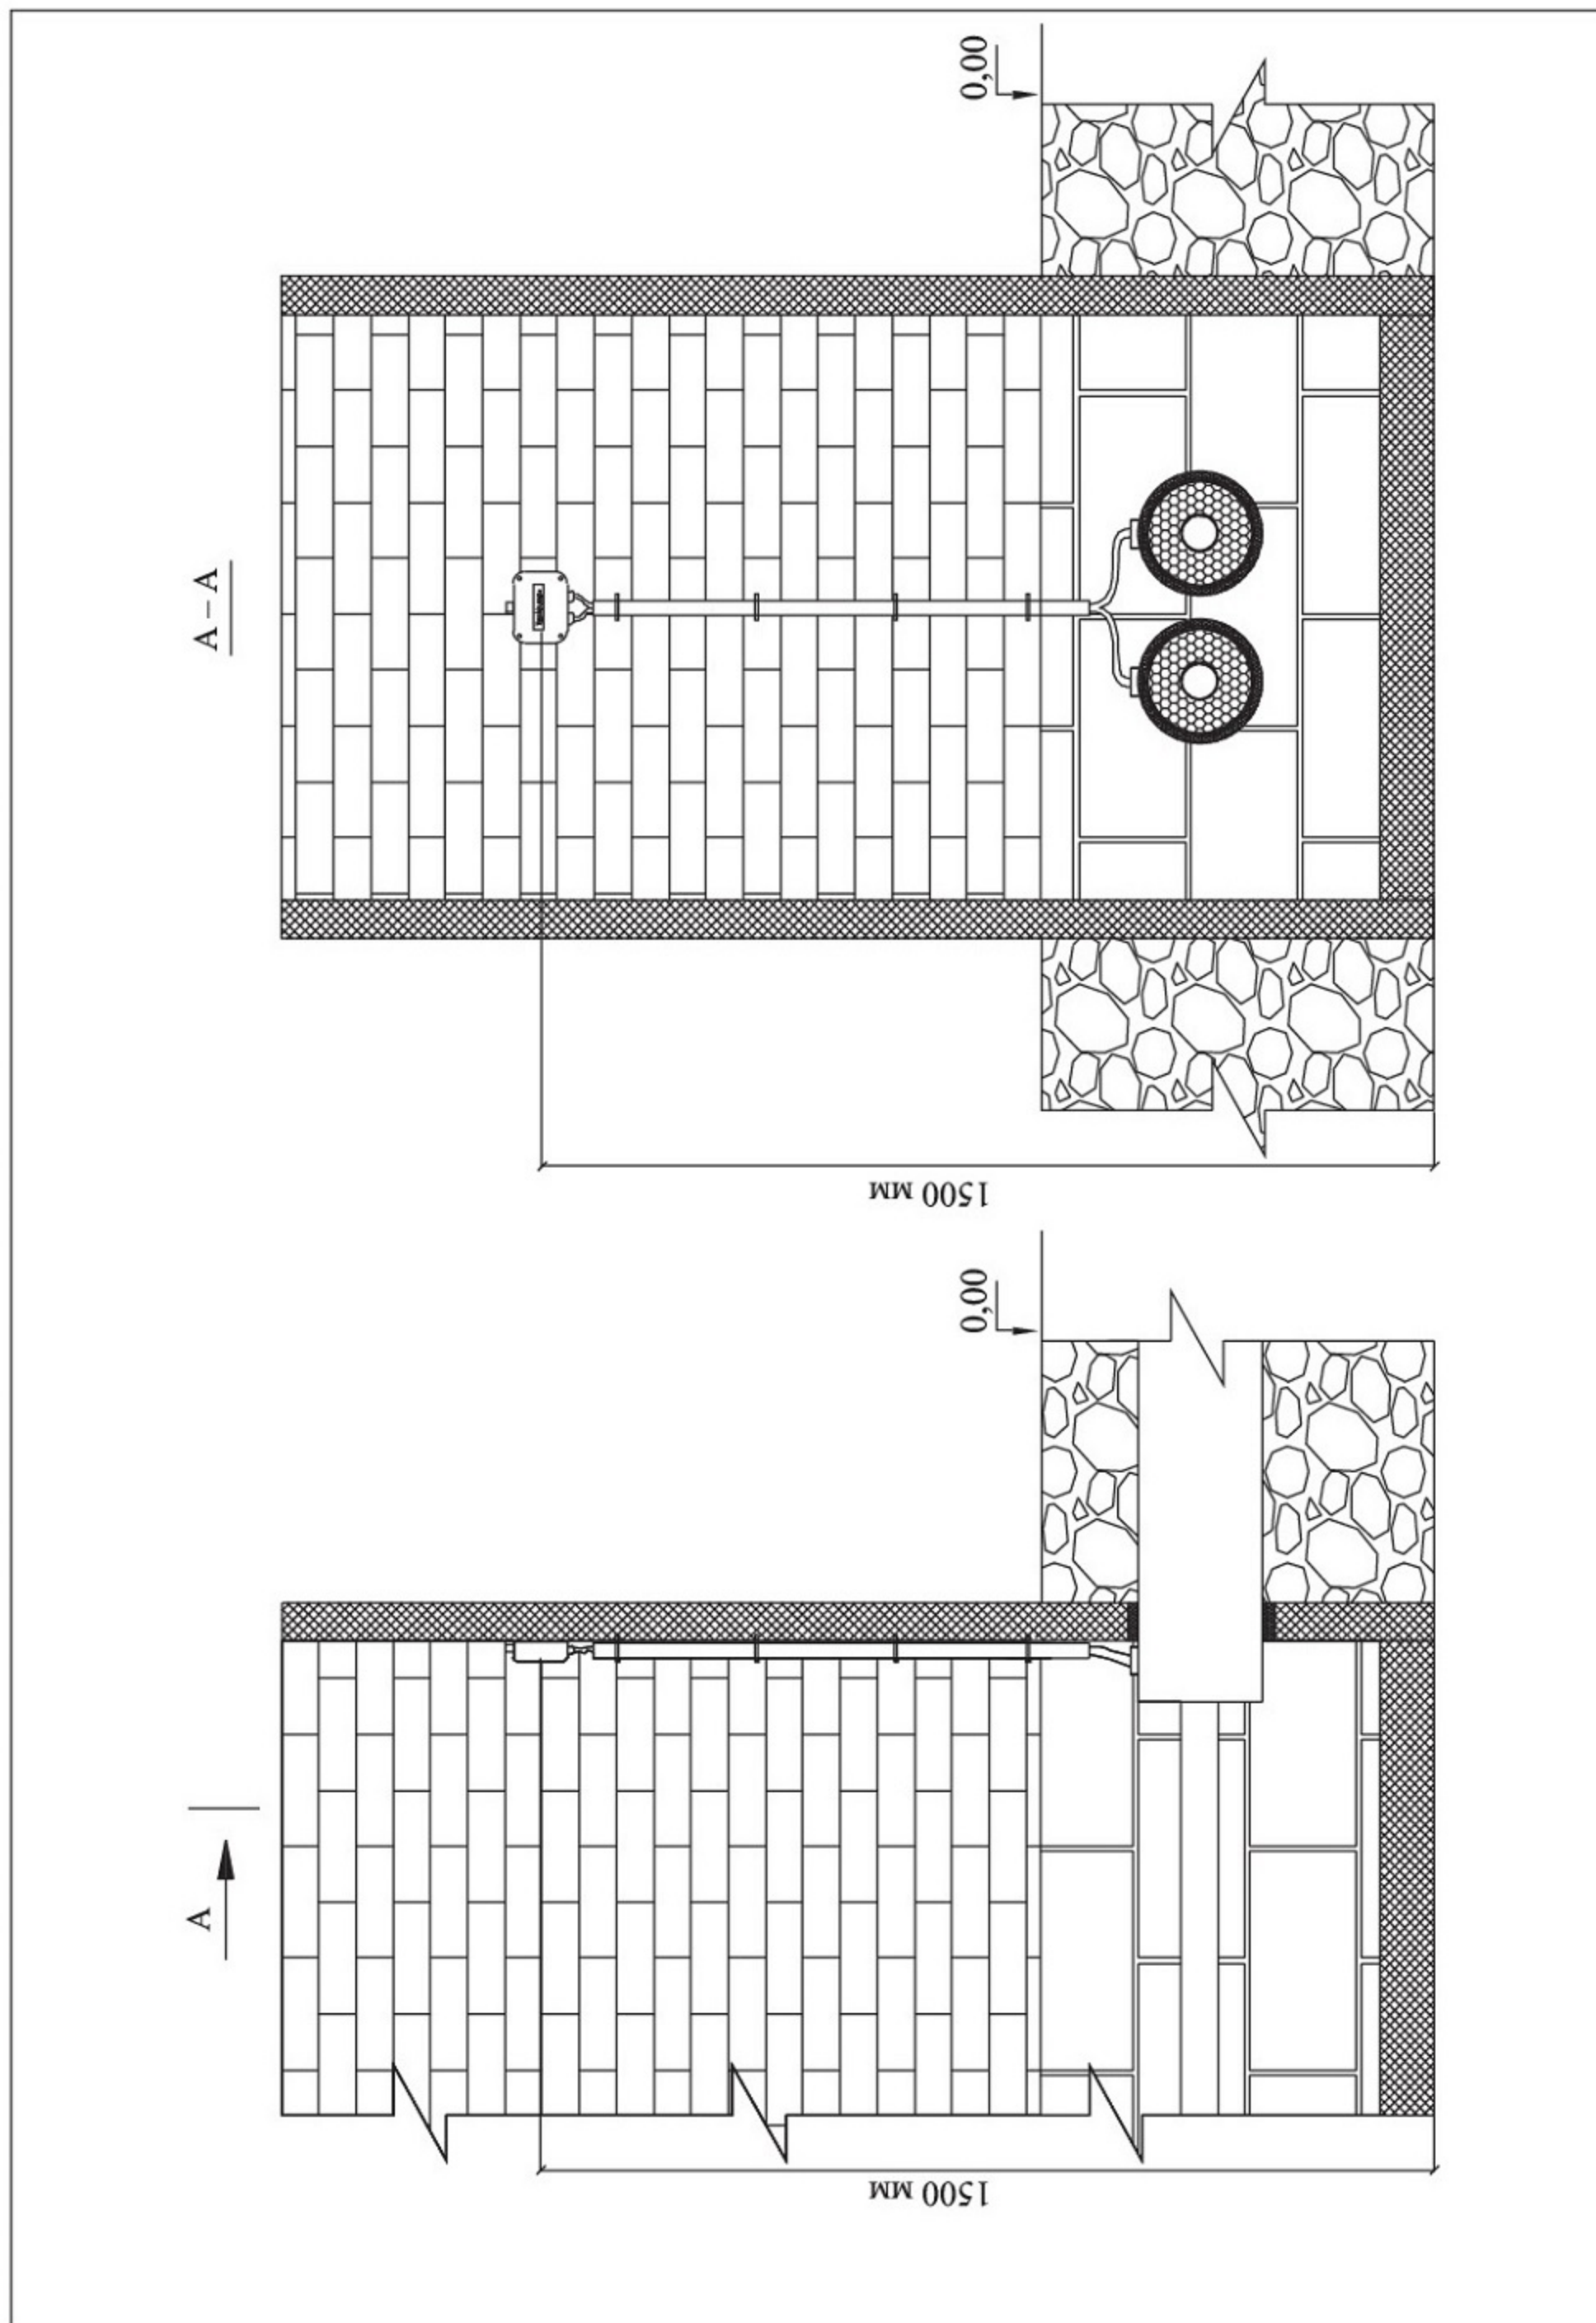

Рис. 5 Установка терминала на стене здания
6. При установке терминала внутри помещения (**Рис. 5**), просверлить в стене здания два отверстия (диаметром 6 мм и глубиной 30 мм) на уровне предполагаемого крепления терминала (H ~ 1,5 метра от пола).